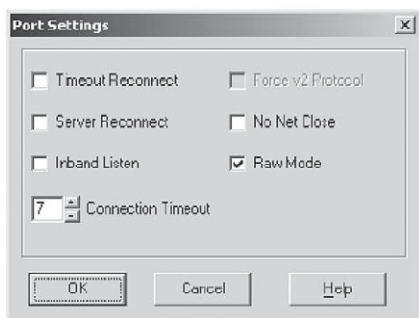

Рис. 25. Окно настройки порта
7. Щелкните по кнопке *Port Settings* («настройки порта»). Откроется диалоговое окно *Port Settings* (рис. 25, табл. 10).